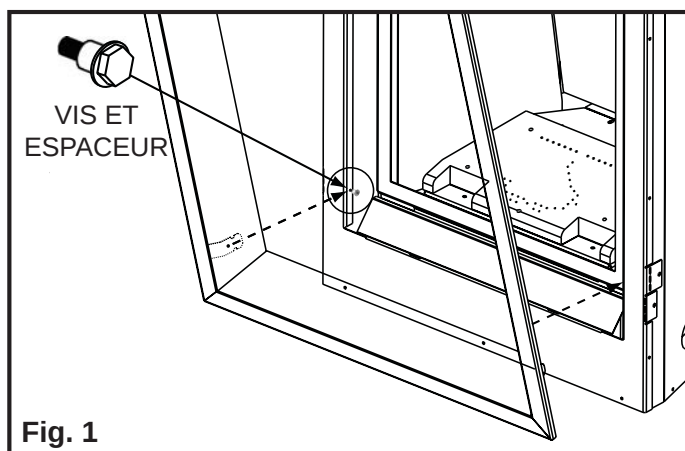

Fig. 1
1. Fixez une vis à tête hexagonale et un espaceur dans le bas de chaque côté du caisson. (Fig. 1)